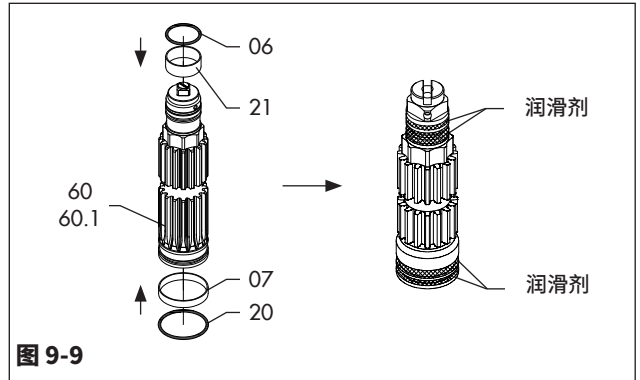

图 9-9
请参阅图9-1、图9-9、图9-10和图9-11。
- 按照图9-9润滑置于驱动轴(60/60.1)上的轴承和“o”形环的外表面。